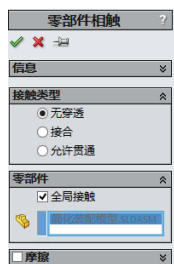

图 9-61 设置零部件的接触关系
STEP 3 右击“算例”树中“连接”项下的“全局接触”项，选择“编辑定义”快捷菜单项，打开“零部件相触”属性管理器，设置接触类型为“无穿透”，如图 9-61 所示。